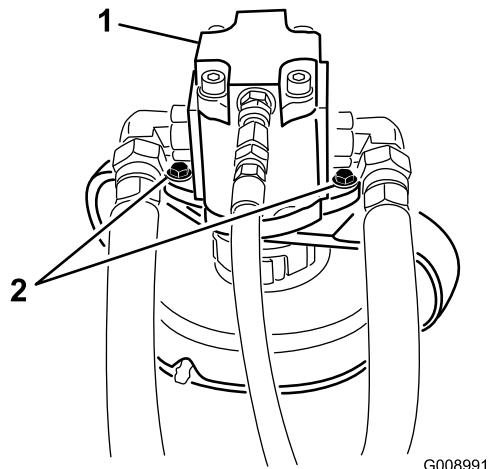

Figura 1
- Retire los pernos que sujetan el motor hidráulico a la unidad de corte (Figura 1). Retire el motor de la unidad de corte y apártelo de la unidad de corte.
- Instale el motor hidráulico en la unidad de corte con los pernos que retiró anteriormente (Figura 1).